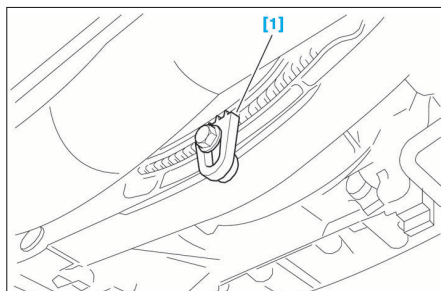

FIG. 41
- Bloquer le volant moteur à l'aide de l'outil [1] (Fig.41).